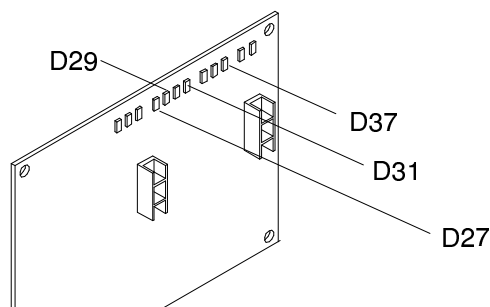

Abb. 24
c) Falls die Led D37 nicht aufleuchtet, aber die D27 (entspricht den Mikroschalter der rechten gedrückten Griffs) und die Led, die dem Kontrollknopf des linken gedrückten Griffs entspricht (D29 oder D30 oder D31) normal aufleuchten, so ist die 1 A Sicherung (Code 02008816, Detailzeichnung 8) zu überprüfen und im Extremfall die Printplatte (Code 02E03947, Detailzeichnung 8) auszuwechseln. Sollte keine der D29, D30, D31 und D27 aufleuchten, so sind die Anschlüsse von den Mikroschaltern der Knöpfe zur Printplatte und die Mikroschalter (Code 02E3927, Detailzeichnung 2) selbst zu prüfen. Sollte weder die Led D37 noch die D29, D30, D31 und D27 aufleuchten, so ist das Abschaltrelais (Code 02E04017, Detailzeichnung 8) auszuwechseln (Abb. 24).
d) Falls die Led D37 nicht aufleuchtet, aber die D31 und D27 normal aufleuchten, so ist die 1 A Sicherung (Code 02008816, Detailzeichnung 8) zu überprüfen und im Extremfall die Printplatte (Code 02E03947, Detailzeichnung 8) auszuwechseln. Sollte keine der D31 und D27 aufleuchten, so sind die Anschlüsse von den Mikroschaltern der Knöpfe zur Printplatte und die Mikroschalter (Code 02E3927, Detailzeichnung 2) selbst zu prüfen. Sollte weder die Led D37 noch die D31 und D27 aufleuchten, so ist das Abschaltrelais (Code 02E04017, Detailzeichnung 8) auszuwechseln (Abb. 24).